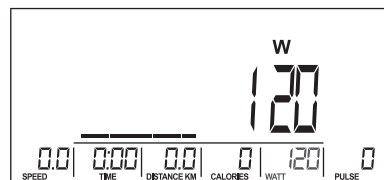

Abb. 20
2. Verwenden Sie das Datenrad, um den Wert einzustellen Ziel-WATT. Standardwert: 120 (Abb. 20). Drücken Sie MODE, um die Auswahl zu bestätigen.